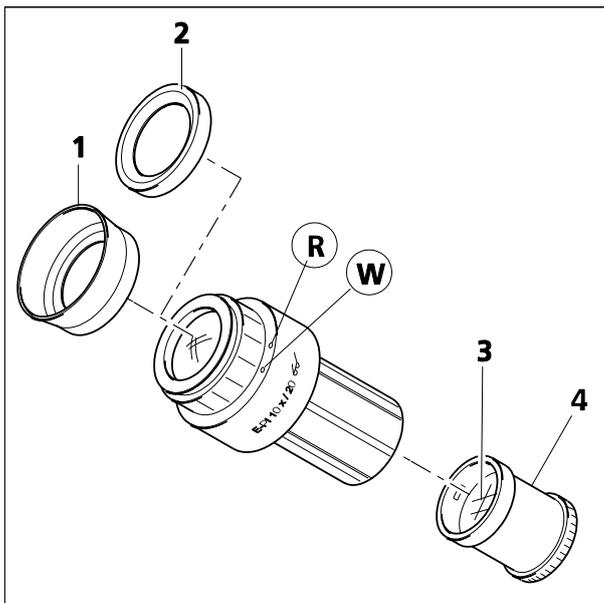

图 3-5 插入目镜标线片
由于零点位置不由白点 (图 3-5/W) 而由红点 (图 3-5/R) 指示，因而屈光度调节环考虑了玻璃路径的额外长度会造成图像轻微偏移的情况。
为了方便更换，制造商已将目镜标线片 (图 3-5/3) 贴到旋入式止挡部件 (图 3-5/4) 上。可从 Zeiss 直接购买已粘贴标线片的完整止挡部件。
- 将包含目镜标线片 (图 3-5/3) 的现有止挡部件 (图 3-5/4) 从目镜上拧下。拧上带有目镜标线片的止挡部件。
- 为此，请从目镜上取下镜片保护环（图 3-5/2），然后安装眼杯（图 3-5/1）。